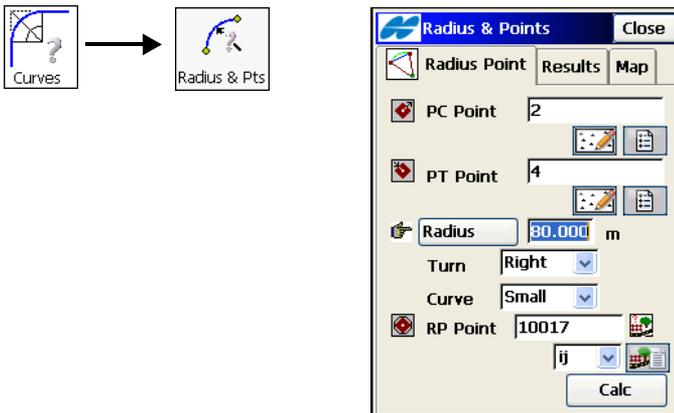

Abbildung 10-11. Radius und Punkte
1. Geben Sie im Fenster **Radius und Punkte** (Abbildung 10-11) die Ausgangsdaten für die Funktion ein: Kurvenpunkte, Radiusparameter, Drehsinn und kleinere (unter 180 Grad) oder größere (über 180 Grad) Kurve zwischen den Kurvenpunkten. Geben Sie außerdem Namen und Code für den Radiuspunkt RP (Bogenmittelpunkt) ein.